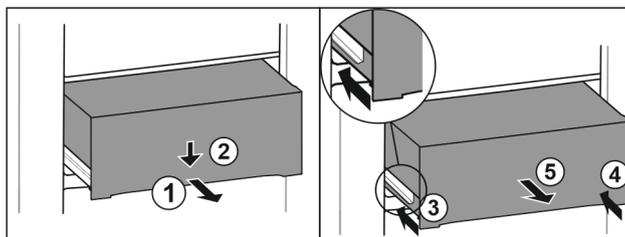

Fig. 112
- Extrageți pe jumătate sertarul. Fig. 112 (1)
- Apăsăți în jos sertarul pe partea frontală. Fig. 112 (2)
- Inșerați șina stângă aproximativ 2 cm. Fig. 112 (3)
- Inșerați șina dreaptă aproximativ 2 cm. Fig. 112 (4)
- Extrageți sertarul spre înainte. Fig. 112 (5)